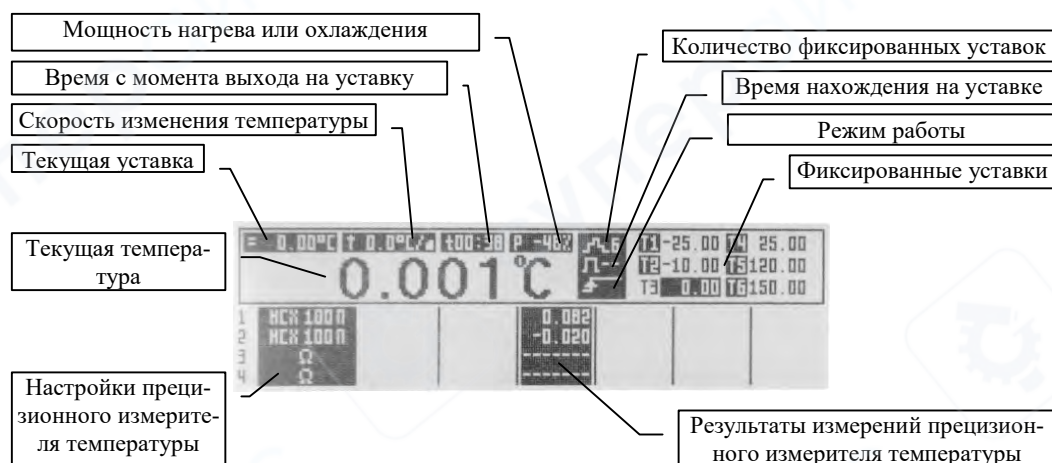

Рис. 1
4.2.1 Установить переключатель питания калибратора в положение «1». После подачи питания на дисплее появится начальная заставка. Через 10-20 секунд прибор начнет работать. На дисплее прибора появится картинка, аналогичная Рис. 1.